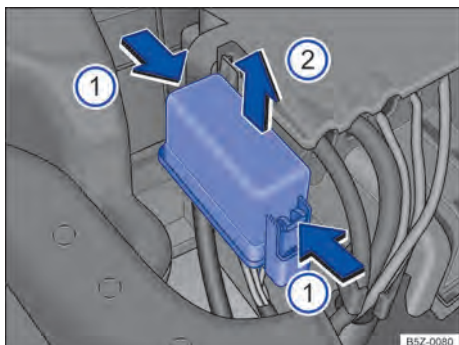

Fig. 160 No compartimento do motor: retirar cobertura da caixa de fusíveis.
- Pressionar as travas no sentido da seta  para destravar a cobertura da caixa de fusíveis → Fig. 160.